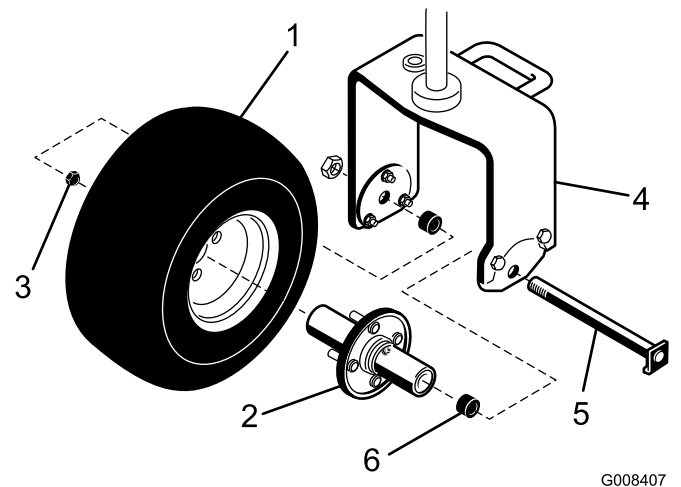

Figure 3
- Montez le moyeu sur la jante de la roue arrière au moyen de 4 écrous (Figure 3). Serrez les écrous à un couple de 95 à 122 Nm.
- Enlevez le boulon et le contre-écrou des trous de montage de la roue dans la chape de roue arrière (Figure 3).
- Placez la courbe de la tête de boulon sous le bord inférieur de la plaque adaptatrice (Figure 3). Montez et serrez le contre-écrou de fixation de la roue dans la